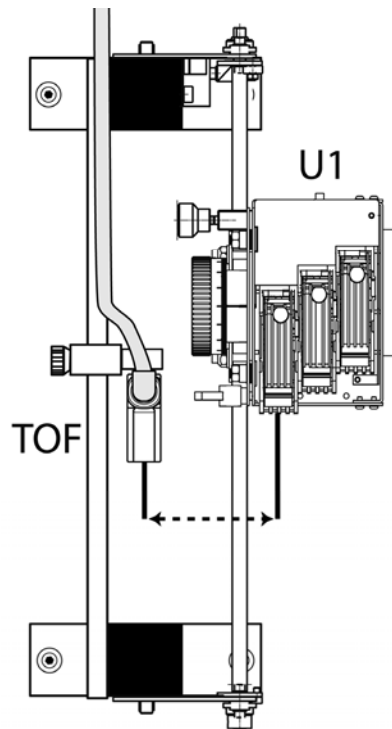

Abbildung 22: Abstand zwischen Sensor für Blattanfang und Druckeinheit 1
- Messen Sie den Abstand zwischen dem Sensor für den Blattanfang (TOF, Papiersensor) und der Mitte der ersten Patrone von Druckeinheit 1. In Abbildung 22 wird der Abstand gezeigt.